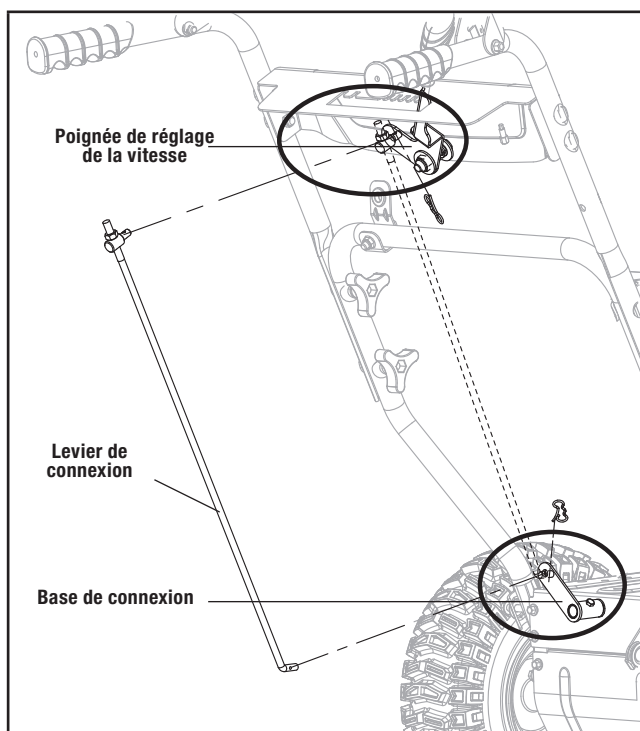
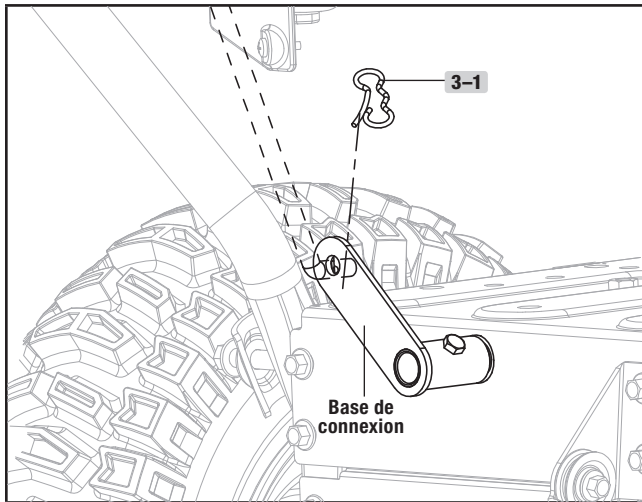

Figure 6A
Figure 6B
1. Reliez le levier de connexion (figure 6A) et la base de connexion avec la goupille fendue (3-1) (figure 6B).